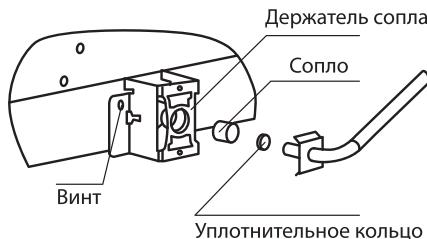

Рис. 7 Замена сопла подовой горелки
- Отверткой отсоедините клипсу крепления газопровода от скобы и заменить сопло согласно Табл. 2 и Рис. 7;